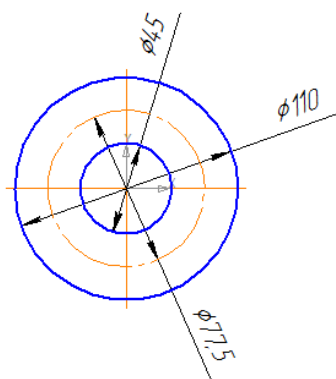

Рис.4
4) Построение главного вида начните с трех окружностей диаметром 110, 77.5 и 45мм (рис.4). Центр всех окружностей расположен в начале координат. Для быстрого и точного перемещения курсора в точку начала координат вида выполните клавиатурную команду [Ctrl]+[0] и нажмите клавишу [Enter] – вы зафиксировали центр окружности. (рис.4).